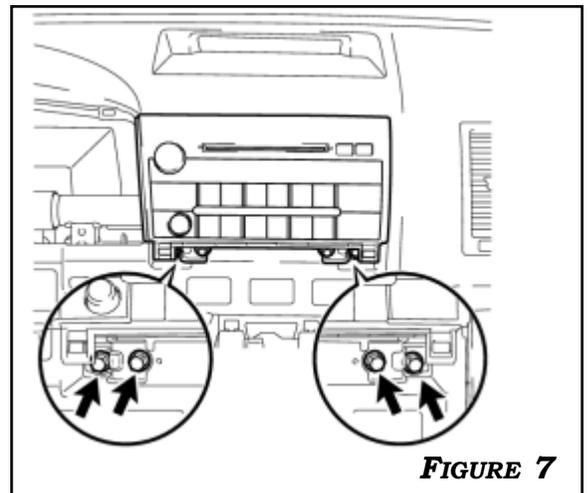

FIGURE 7
7. REMOVE THE 4 BOLTS. PULL THE RADIO RECEIVER TO DETACH THE 3 CLIPS ON THE BACKSIDE OF THE RADIO RECEIVER. DISCONNECT THE CONNECTORS AND REMOVE THE RADIO RECEIVER. **FIGURE 7**